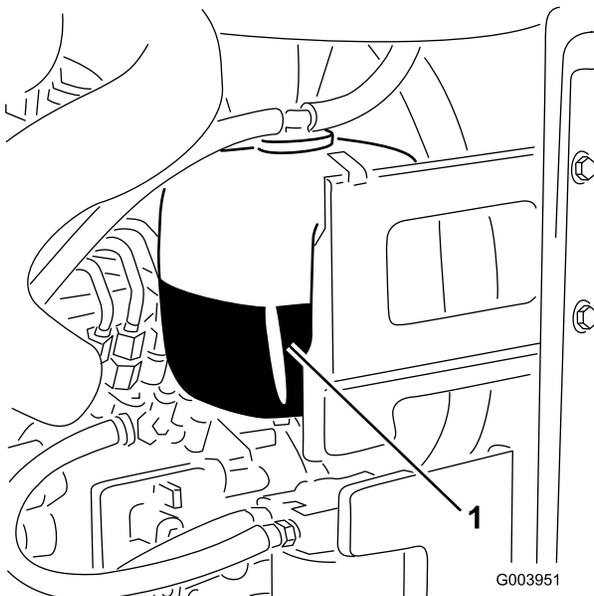

Bild 35
- Prüfen Sie den Kühlmittelstand im Ausdehnungsgefäß (Bild 35).